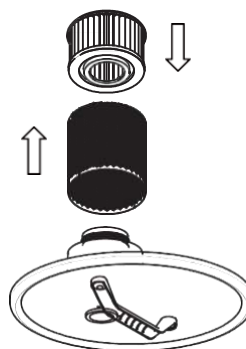

Fig. 2
- 2) Plaats het filter (4) in de filterbehuizing (3) (**fig. 2**).
- 3) Draai het filter (4) of de filterbehuizing (3) met de klok mee totdat deze vastzitten.